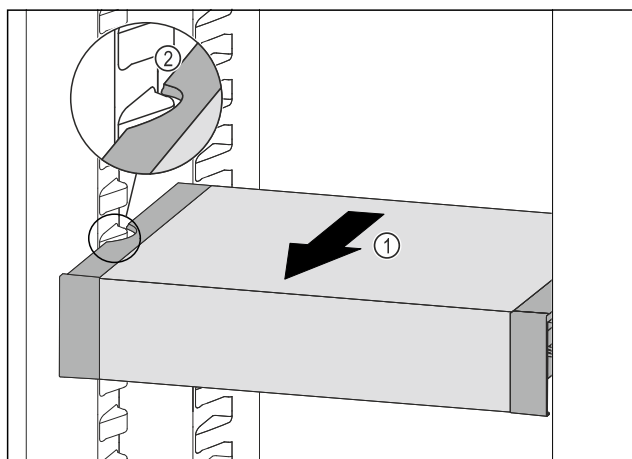

Fig. 127
- Táhněte VarioSafe dopředu Fig. 127 (1), dokud nebudou boční vybrání VarioSafe na úrovni žebrování na nádobě v chladničce. Fig. 127 (2)